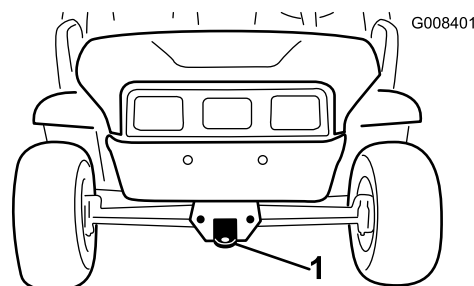
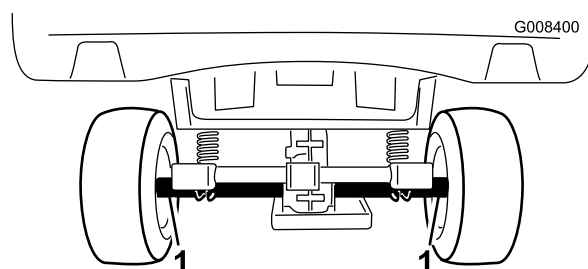

Figura 23
Figura 24
Em distâncias longas, transporte a máquina num atrelado. Verifique se a máquina se encontra bem presa ao atrelado. Consulte a Figura 23 e a Figura 24 para localizar os pontos de fixação do veículo.
2. Ate um cabo de reboque ao garfo, na parte dianteira do chassis (Figura 23).